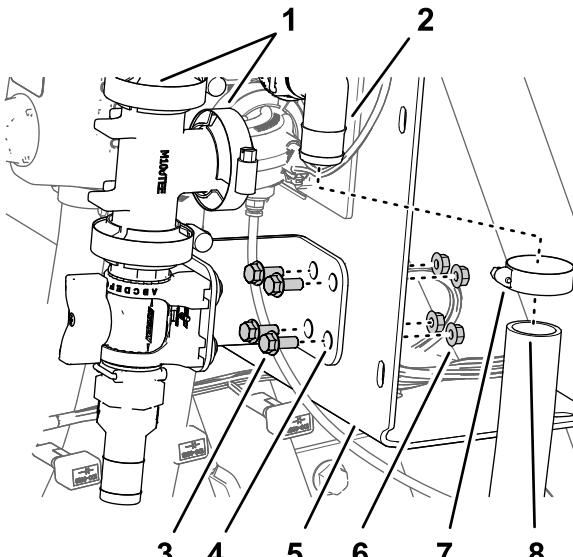

**Bild 44**
- 1. Befestigen Sie das T-Anschlussstück und das 90°-Anschlussstück lose mit einer Dichtung und einer Flanschklemme (Bild 44)